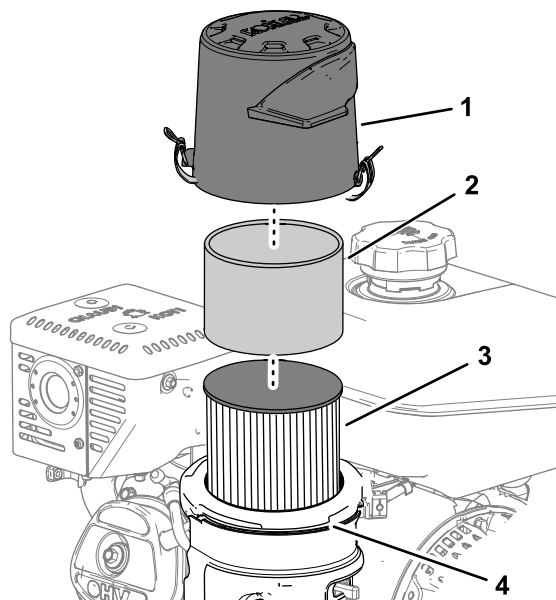

図 71
3. カバーを外してきれいに清掃する図 71。
1. ペーパーエレメントからスポンジエレメントを外す図 71。
1. ペーパーエレメントを外して点検する図 71 よごれが激しい場合は交換する。
3. ペーパーエレメントにスポンジエレメントを取り付ける図 71。
4. エアフィルタのベースにフィルタアセンブリを取り付ける図 71。